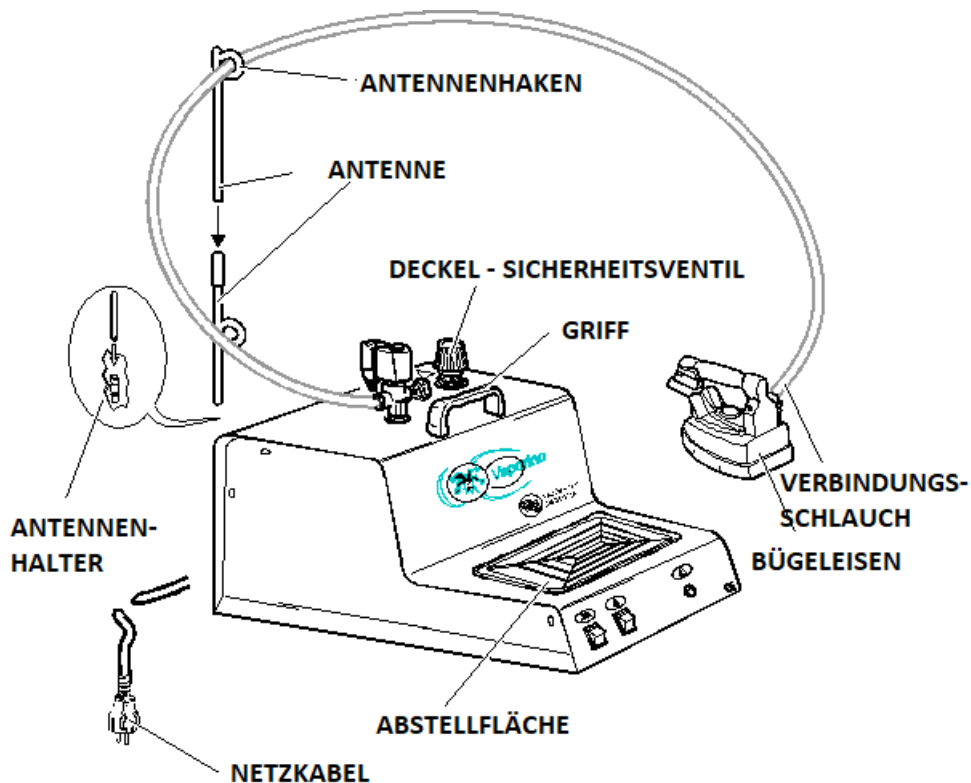
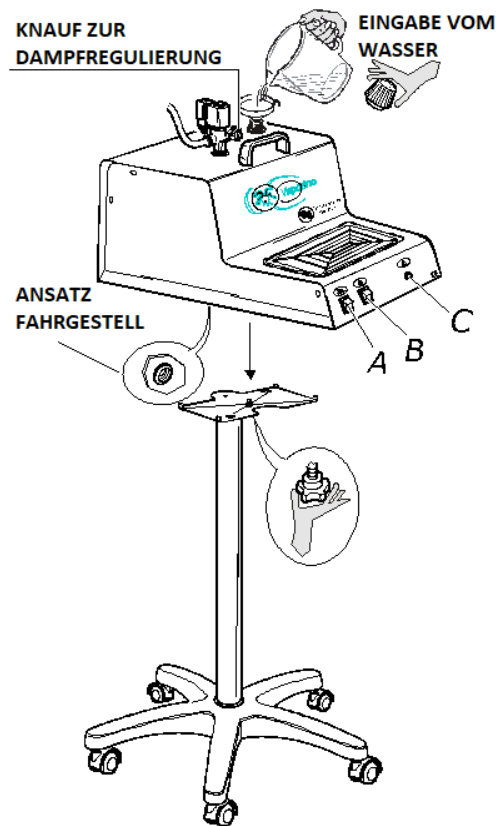

Abb. 1
Abb. 2
Vor dem Eintreffen des VAPORINO INOX MAXI muss man in der Nähe des Einsatzstandortes, eine geeignete Steckdose für die Stromversorgung des VAPORINO INOX MAXI bereitstellen (wir empfehlen einen differentiellen magnetothermischen Fehlerstrom-/Differenzstrom-Schutzschalter 16 A 30 mA). Verwenden Sie für den Transport, das Verrücken und Handhabung des VAPORINO INOX MAXI ausschließlich den dafür vorgesehenen Griff. Ziehen Sie niemals an den elektrischen Kabeln (Abb. 1).
2. Nehmen Sie VAPORINO INOX MAXI aus dem Karton, montieren Sie die Antenne und setzen Sie sie in den speziellen Antennenhalter auf der Rückseite des VAPORINO INOX MAXI ein (Abb. 1). Kontrollieren Sie, dass die Antenne gut bis zum Ende eingesetzt wurde.
4. Legen Sie das Bügeleisen auf die mitgelieferte Gummi-Abstellfläche (Abb. 1).
5. Für VAPORINO INOX MAXI mit Fahrgestell: Schrauben Sie den Knauf des Gestells auf die Verbindungsstelle am Sockel des VAPORINO INOX MAXI (Abb. 2) fest.
1. Schrauben Sie den Ventildeckel des VAPORINO INOX MAXI ab (Abb. 1), füllen Sie den Tank der Dampfstation mit der gewünschten Wassermenge (Abb. 2) auf und achten Sie darauf, dass er nicht überläuft. Es wird empfohlen, die Dampfstation mit einem Trichter zu befüllen. Schrauben Sie den Deckel wieder auf, indem Sie diesen am Kunststoffteil halten und berücksichtigen Sie die Warnung, den Deckel nicht zu stark anzuziehen, da sonst die Dichtung beschädigt wird (siehe Abschnitt 7).
3. Schalten Sie den Schalter der Dampfbügelstation (Abb. 2 B) und den Schalter des Bügeleisens (Abb. 2 A) ein und stellen Sie den Thermostat-Regler (Abb. 3) auf die Einstellung „Baumwolle“.
4. Warten Sie, bis die Leuchte der Dampfbügelstation erlischt (Abb. 2 C). Der Druckmesser soll ca. 2,5/3 bar anzeigen. Heben Sie nun das Bügeleisen mittels des Korkgriffs an und drücken Sie die kleine Taste seitlich vom Griff des Bügeleisens (Abb. 4) 4-5 mal um Dampf abzulassen. Achten Sie darauf, dass der Dampf gut gesättigt ist (durch das Drücken der kleinen Taste, wobei die Bügelsohle dem Boden zugewandt werden soll). Sie können die gewünschte Dampfmenge auch
mittels Dampfstellknopf des Magnetventils einstellen (Abb. 2). Nach Abschluss dieser Tätigkeiten ist das Bügeleisen bereit zum Bügeln. Während des Bügelns leuchtet die Dampfstationsleuchte auf und erlischt kontinuierlich, ein Zeichen, dass sie in normaler Funktionsweise arbeitet (Abb. 2 C).
11. **Der Ventildeckel (Abb. 1) darf nie durch Deckel anderer Arten ersetzt werden. NB: Der Ventildeckel ist auf 4,5 bar eingestellt und hat auch die Funktion eines Sicherheitsventils.**
3. Wir raten zum Gebrauch der Gummi-Abstellfläche (Abb. 1).
5. Sollte VAPORINO INOX MAXI in Kombination mit einem nicht dampf-absaugenden Bügelbrett verwendet werden, können Wasserflecken auf dem Tisch entstehen. Verringern Sie in diesem Fall den Dampfstrom des Bügeleisens mit dem Dampfeinstellknopf (Abb. 2). Es ist daher ratsam, das Gerät mit einem beheizten Bügeltisch, der den Dampf aufsaugt zu gebrauchen.
Sollte es kein Wasser mehr geben, wird dies mittels Leuchte „Ohne Wasser“ signalisiert. Entfernen Sie den Stecker aus der Steckdose, drehen Sie den Ventildeckel um 360° (Abb. 1) und warten Sie, bis der gesamte Dampf entwichen ist (der Druckmesser muss 0 bar anzeigen). Den Deckel vorsichtig abschrauben, entfernen und ca. 5/10 Minuten warten.
Füllen Sie den Tank der Dampfstation je nach Bedarf mit Wasser auf (Abb. 2). Nicht überfüllen (siehe Abschnitt 4, Punkt 1)! Schrauben Sie den Ventildeckel wieder auf,
stecken Sie den Stecker wieder ein und warten Sie, bis die Tank-Warnleuchte erlischt (Abb. 2 C). Das Bügeleisen ist somit wieder bügelbereit.
Entfernen Sie die Ventilkappe (Abb. 1) und drehen Sie den VAPORINO INOX MAXI nach rechts um, damit Wasser und eventuelle Verunreinigungen austreten können.
4. die Ventilkappe alle 2500 Betriebsstunden, spätestens jedoch alle 3 Jahre (Abb. 1).